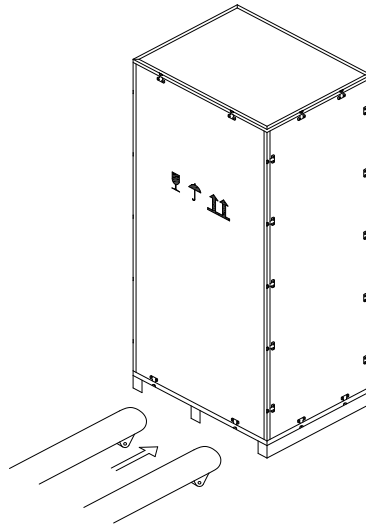

Abb.3-3 Transport zum vorgesehenen Standort
2. Transportieren Sie das Gerät wie in Abb.3-3 gezeigt mit einem Gabelstapler zur vorgesehenen Stelle .